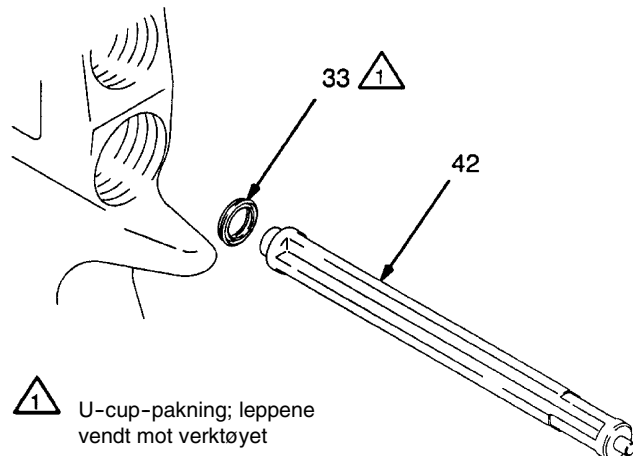

Fig. 9
5. Plasser den nye U-cup-pakningen (33) på verktøyet for pakningsmontering (42), med pakningsleppene vendt mot verktøyet som vist på Fig. 9.
6. Skyv pakningen (33) inn i pistolen inntil du føler et merkbart knepp.